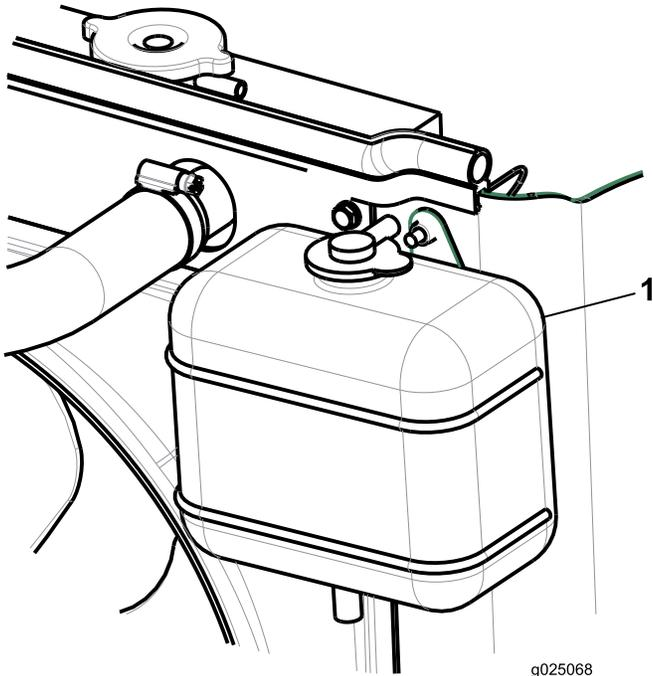

Figura 23
2. Controllate il livello di refrigerante nel serbatoio di espansione (Figura 23).